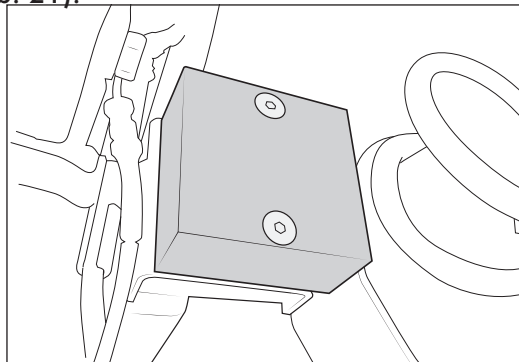

Abbildung 21
15. Installiere die hinteren, unteren Achsanschlagsverlängerungen auf den Achsblock. Senkkopfschrauben M10 durch Distanzstücke und vorhandene Bohrungen im Achsblock führen. Die Flanschnuttern an der Unterseite der Achsauflagen anbringen. Festziehen, bis es zu leichten Verformung des Materials an der Oberseite der Löcher in den Distanzblöcken kommt. (Abb. 21).